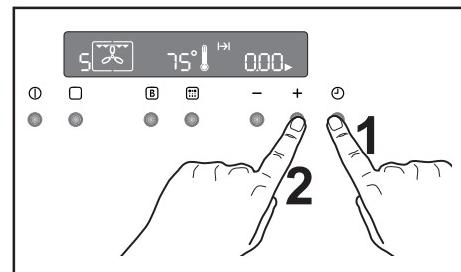

Abb. 10
- Drücken Sie die Taste "-" um die Zeitangabe zurückzustellen, bis das Display "0.00" anzeigen (Abb. 10).